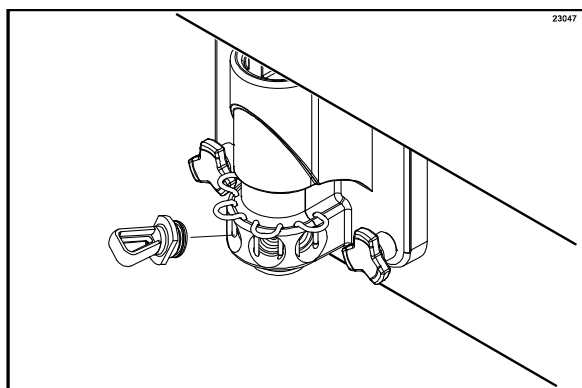

Figura 59
15. Levante todos os pinos-travas. Instale os tampões dos orifícios de xarope nos orifícios da porta da máquina. Abaixa os pinos-travas para prender os tampões na porta. (Veja a Figura 59.)